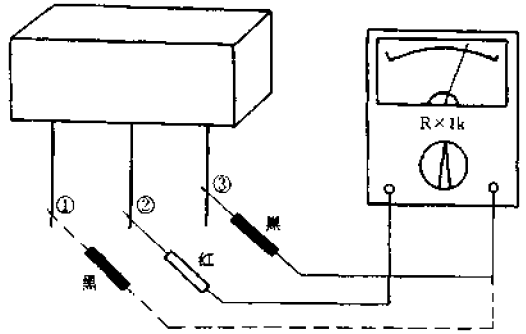

图 4-62 检测半桥组件
检测方法如图 4-62 所示。组件的型号字迹已模糊不清,无正、负极性标记。将万用表置于  $R \times 1k$  挡,逐次测量各引脚间的电阻值。当红表笔接在②脚,用黑表笔分别接触①脚和③脚时,所测阻值均呈低阻,为  $4.5k\Omega$ ,其余各种接法均为  $\infty$ 。由此判定被测半桥组件为一只共阴组件,②脚为公共阴极(负极),①脚和③脚为两个阳极(正极)。